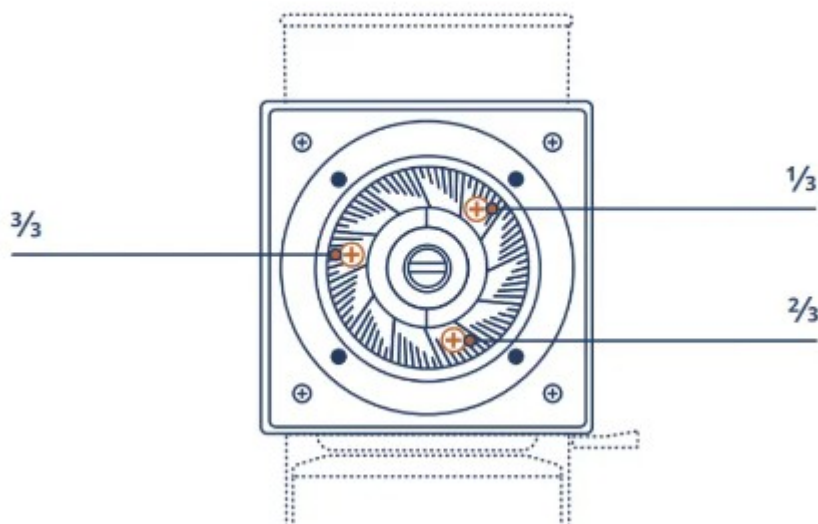

Рисунок 5
11.5.2.6 К камере измельчения прикреплен неподвижный жернов. Чтобы удалить стационарные жернова, сначала отверткой с крестообразным шлицем открутите три винта, которые удерживают его на месте. Если в этих винтах есть молотый кофе, который мешает их извлечению, очистите молотый кофе небольшой щеткой, прежде чем пытаться выкрутить винты. (Рисунок 5)